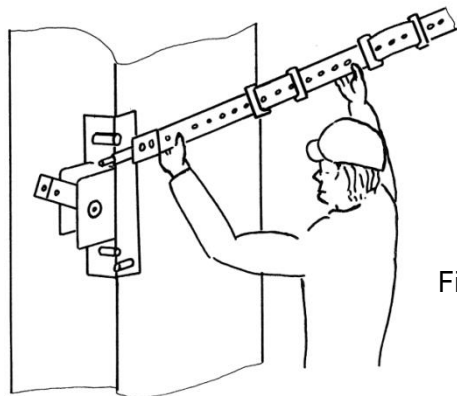

Fig. 3
- Engager une bride dans un tube sur la cornière à fixer en plaçant les 2 oreilles contre la cornière (Fig. 3)